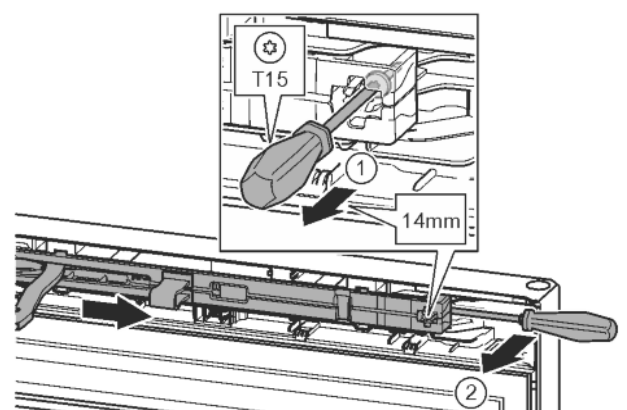

Fig. 11
- ▶ Ослабить винт на узле амортизатора с помощью отвёртки T15 примерно на 14 мм. Fig. 11 (1)
- ▶ Отвёрткой со стороны ручки переместиться за узел амортизатора и повернуть вперед. Fig. 11 (2)
- ▶ Извлечь узел амортизатора. Fig. 11 (3)